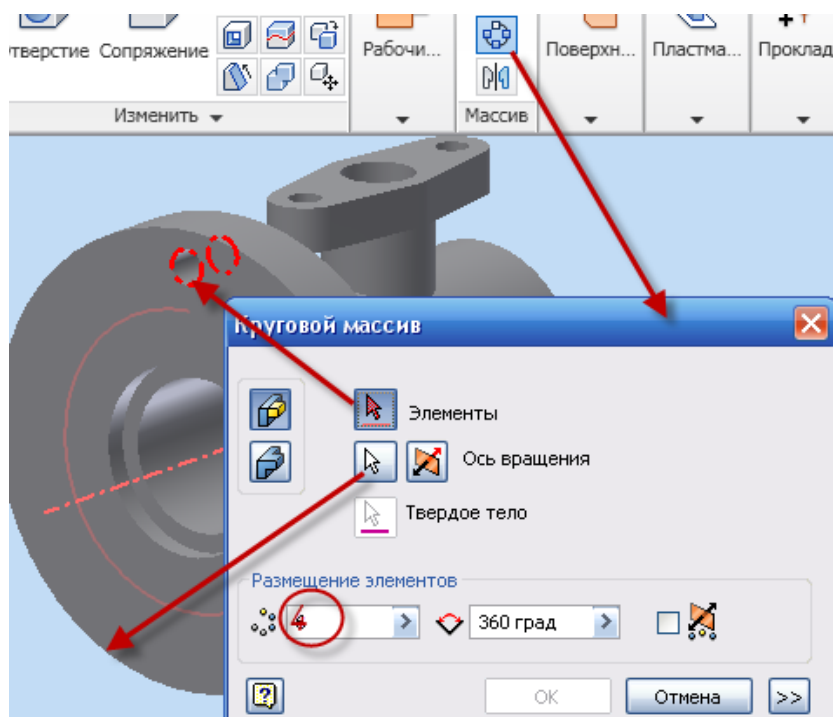

Рис. 3.42. Создание четырех глухих отверстий
- Выберите инструмент  **Круговой массив**, в диалоговом окне **Круговой массив** –  **Элементы** – выберите отверстие,  **Ось вращения** – укажите край цилиндрической поверхности (см. рис. 3.42), в поле **Размещение элементов** – количество – **4**, равномерно по окружности – **360 град**.